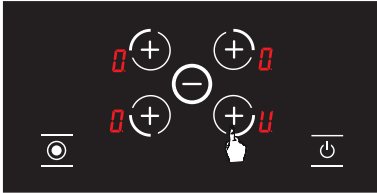

Рисунок 10
3. Затем нажмите нужную кнопку выбора конфорки еще раз. При повторном нажатии значок **1** будет отображаться на соответствующей конфорке. (См. Рисунок 10) Таким образом, активируется функция подогрева.